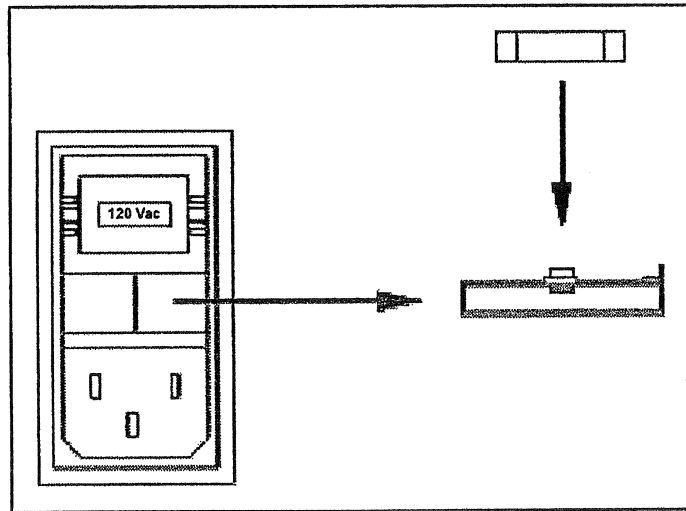

図 3.4:ヒューズ交換
- ・適切なヒューズを取り付け、ホルダーをしっかり所定の位置に押し込み、ヒューズとセレクトドラムの上からヒンジ蓋を閉じます。選択された電圧は、窓から確認できます。図 3.4 参照